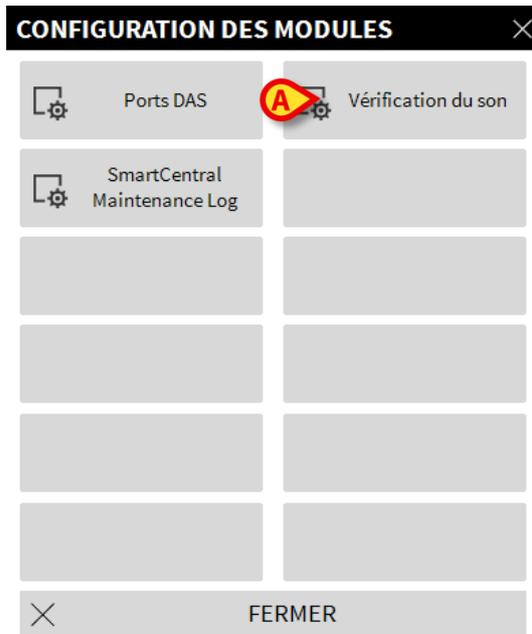

Fig 88
Le menu suivant s'ouvre (Fig 88).
- Cliquez sur **Vérification du son** (Fig 88 A)